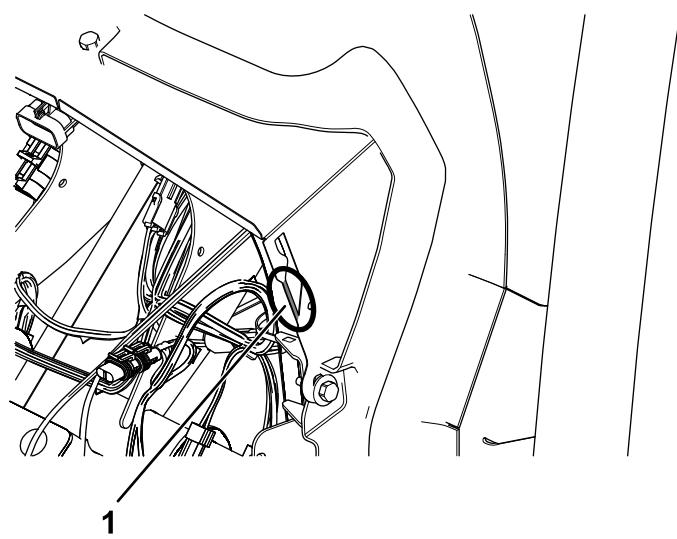

Рисунок 41
3. Используя ножницы по металлу, отрежьте транспортировочные язычки с каждой стороны водосточного желоба (Рисунок 41).